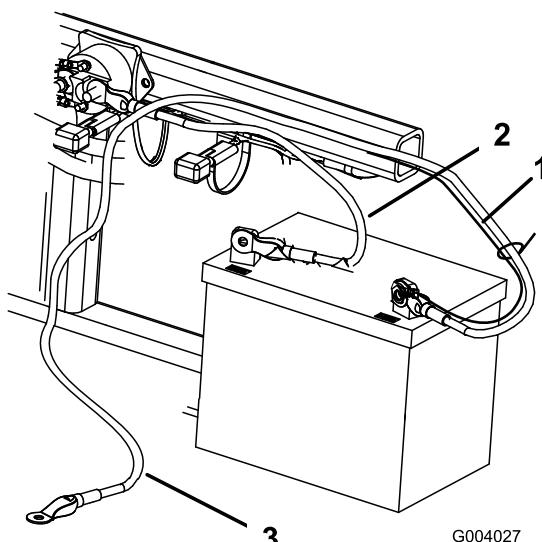

Figura 5
3. Fixe o pequeno cabo preto e o cabo negativo (preto) ao terminal negativo (-) da bateria com um parafuso (1/4 x 1/8 pol.) e uma porca de freio (1/4 pol.) (Figura 5).
2. Fixe o cabo positivo (vermelho) ao terminal positivo (+) com um parafuso 1/4 x 5/8 pol. e uma porca de bloqueio (Figura 5).